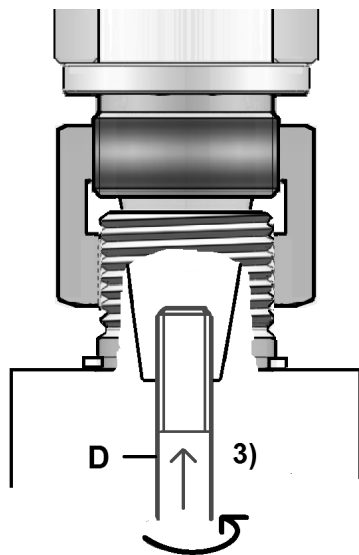

Fig 12
3) Die Dehnschraube (D, Fig 12&13) von unten in die Spindel einsetzen und mit dem gelieferten Gabelschlüssel festziehen.
Die Dehnschraube (D, Fig 12&13) ist zuerst zu entfernen.